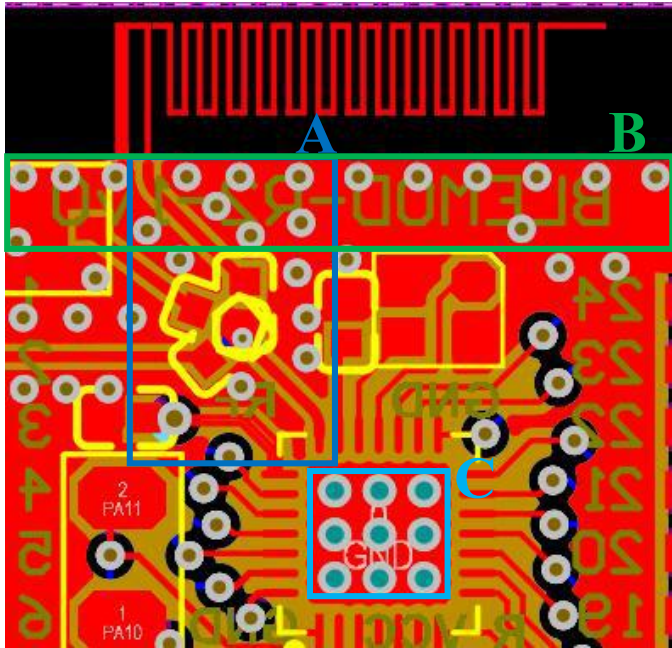

图 2-1 天线画法
- 图 2-1 为我司评估板天线样式，PCB 板厚 0.8mm，天线尺寸详情请联系我司技术提供。